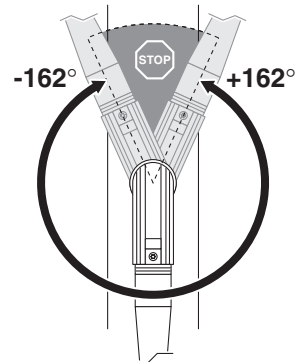

Abb. 18: Drehwinkel des Winkelsteckers am Leitungsabgang
- ▶ Beachten Sie den Drehwinkel des Winkelsteckers, siehe Abb. 18 auf Seite 41.